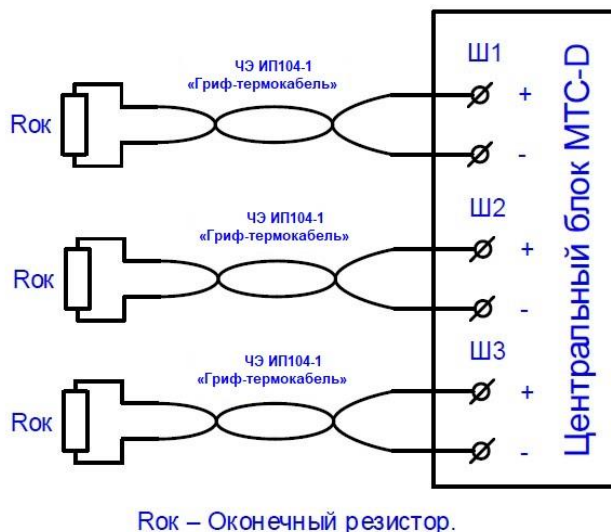

Рисунок 2. Схема подключения ЧЭ ИП104-1-t-s «ГРИФ-термокабель» к МТС-D при установке преобразователей внутри БО.
5.11 Схемы подключения ЧЭ к модулю контроля МТС приведены на Рис.2 и 3. Подробное описание приведено в РЭ на МТС АВУЮ 634.211.058 РЭ и АВУЮ 634.211.056 РЭ.